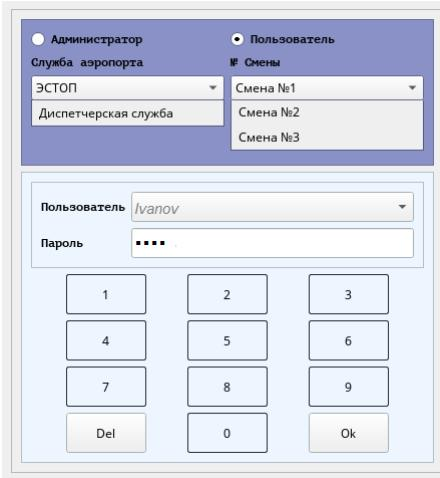

Рисунок 1
- 1. Открыть окно авторизации:** кнопкой *Войти в систему*, расположенной в главном меню программного модуля диспетчера. Окно авторизации представлено на рис. 1.